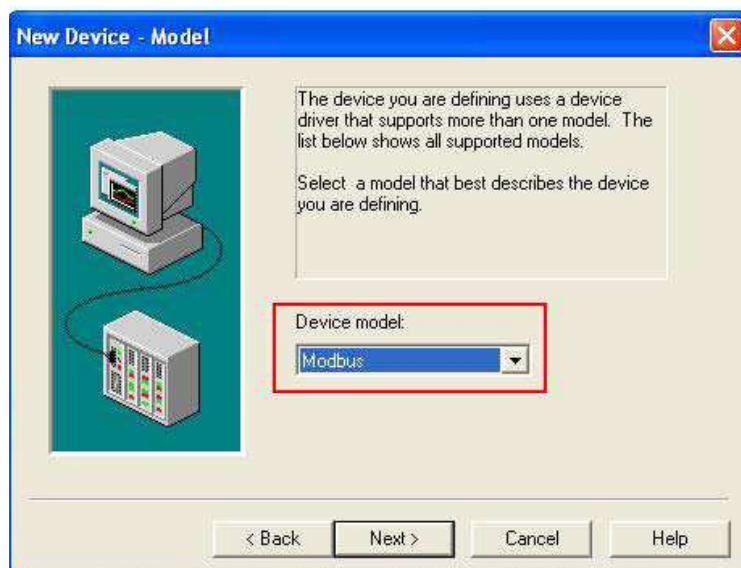

Рис. 7
2.5 Введите модель устройства (Modbus) (Рис. 7):